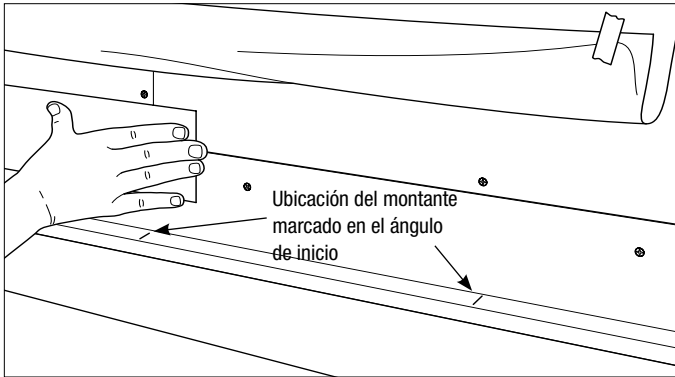

FIGURA 1
- Marque el centro de cada montante en el borde exterior del ángulo de inicio, ya que servirán de referencia para sujetar los paneles de soporte después de instalar la barrera resistente al agua/clima o el aislante continuo (vea Figura 1).